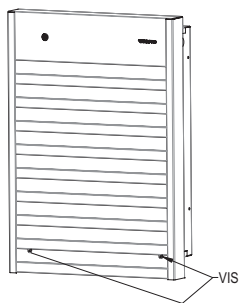
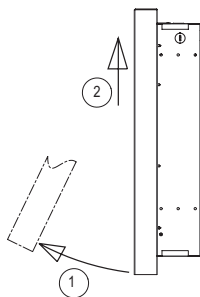

FIG. 4
FIG. 5
2. Dévisser les deux (2) vis retenant la grille (voir la figure 4). Soulever le bas de la grille, puis tirer doucement vers le haut afin de la retirer (voir la figure 5).